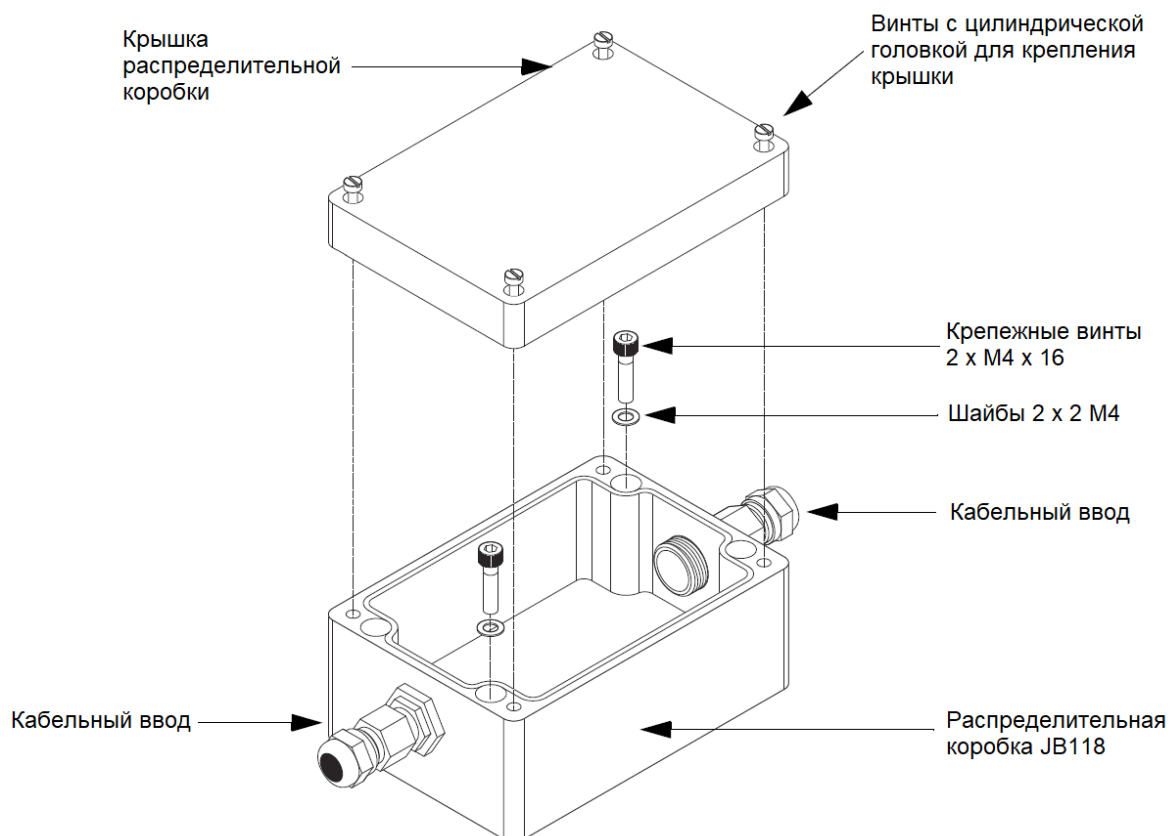

Рис. 4-1: Монтаж распределительной коробки JB118
- 3- Снимите крышку распределительной коробки (см. Рис. 4-1).